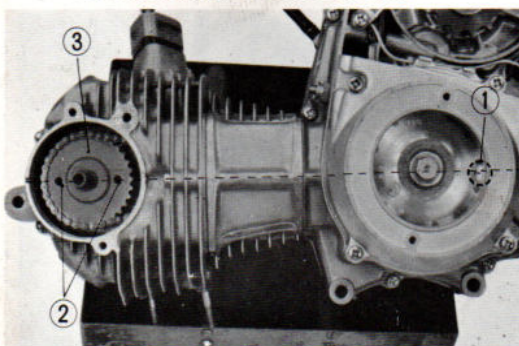

Fig. 46 Calage de distribution
- 9) Refixer le pignon d'arbre à cames après avoir calé la distribution. (Fig. 46)